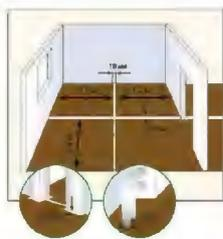

Рисунок 16
17. При укладке SPC ламината большими пластами необходимо помнить, если площадь укладываемого ламината превышает по длине или ширине 12 м и составляет более 120-150 м2, необходимо предусмотреть компенсационные швы минимум 12 мм шириной. В противном случае в полотне ламината начнут образовываться щели, и напольное покрытие придет в негодность, что не будет являться гарантийным случаем. (см. рис. 16)